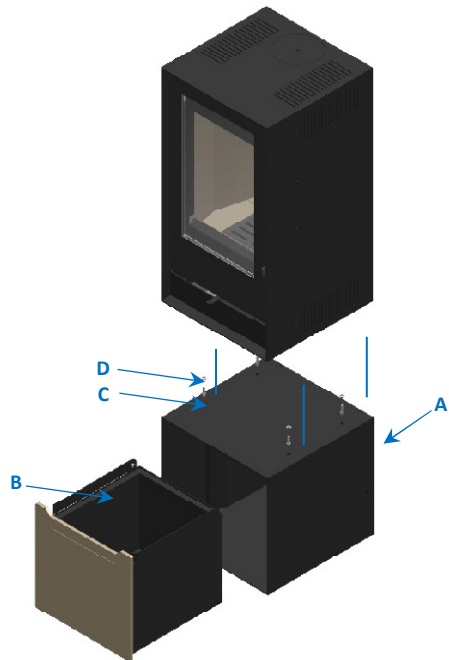

Figura 15 - Fixação módulo cesto
1. Colocar o módulo (A), Figura 15, e no local desejado e posicionar a salamandra na zona superior do mesmo tendo garantido que a lateral e frontal do equipamento ficam alinhadas com as respetivas faces do módulo;
2. Utilizando os parafusos (C) e anilhas (D) fornecidos, fixe o módulo à salamandra através da furação existente no topo do módulo pelo interior do mesmo;
3. Retirar o balde (B) de dentro do módulo para aceder ao local de aperto dos parafusos do módulo.